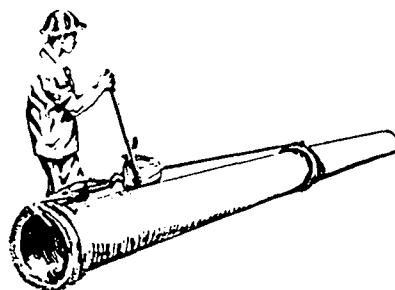

FIG. 9
7.º Passo — Faça o acoplamento, acionando a alavanca do tirfor, guiando e alinhando o tubo com a alavanca (fig. 9).